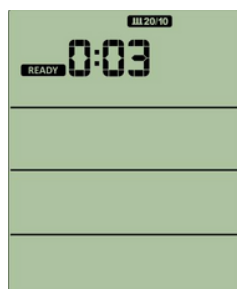

Figura 29
- Al presionar el botón INTERVALO 20/10, se ingresa a ese modo (Figura 29), y el buzador suena simultáneamente durante 0,5 segundos.